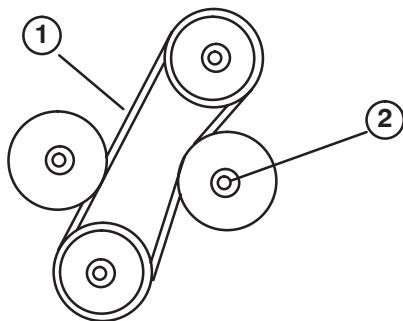

Bild 56
3. Bei einer Kraft von 22 N sollte sich der Riemen in der Mitte zwischen den Riemenscheiben 6 mm durchbiegen (Bild 56). Machen Sie bei einem falschen Durchbiegungswert mit Schritt 4 weiter. Wenn dies der Fall ist, machen Sie mit Schritt 5 weiter.
4. Lösen Sie die Sicherungsmutter, mit der die verstellbare Spannscheibe befestigt ist (Bild 56). Drücken Sie die Spannscheibe gegen den Riemen, bis die gewünschte Durchbiegung erreicht ist, und ziehen Sie dann die Sicherungsmutter der Spannscheibe an (Bild 56).
2. Lösen Sie die Sicherungsmutter, mit der die verstellbare Spannscheibe befestigt ist, schieben Sie die Scheibe vom Riemen weg und nehmen Sie den Riemen von den Scheiben (Bild 56).
3. Setzen Sie einen neuen Riemen ein und stellen Sie die richtige Spannung ein. Drücken Sie die Spannscheibe gegen den Riemen, bis sich der Riemen in der Mitte zwischen der oberen Scheibe und der stationären Spannscheibe bei 22 N um 6 mm durchbiegt. Ziehen Sie die Sicherungsmutter der Spannscheibe an, damit die Einstellungen beibehalten werden (Bild 56).